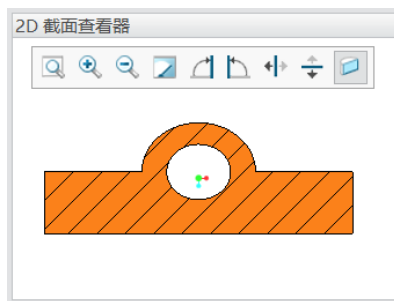

图 3-124 在单独的窗口中显示横截面的 2D 视图
- : 单击选中此按钮, 则在单独的窗口中显示横截面的 2D 视图, 如图 3-124 所示。